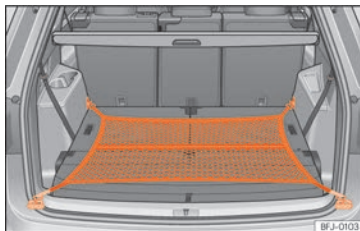

Abb. 163 Im Gepäckraum: flach eingehängtes Gepäckraumnetz.
- Haken des Gepäcknetzes in die Verzurrösen »» **Abb. 163** einhängen »» . Der Reißverschluss des Gepäckraumnetzes muss dabei nach oben zeigen.
- Die Haken auf der anderen Seite des Gepäcknetzes in die Verzurrösen unterhalb der Ladeschwelle einhängen »» **Abb. 163**.